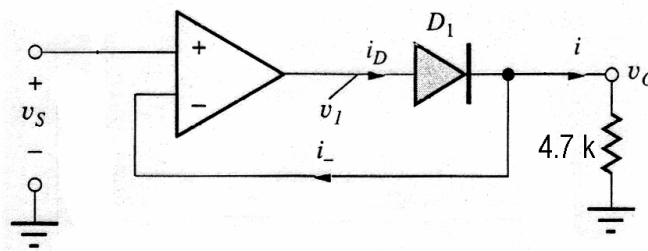
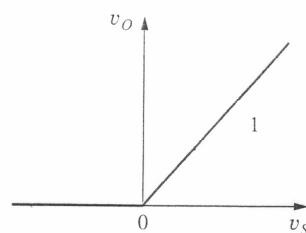

Figura 1 Raddrizzatore con superdiodo
Figura 2 Transcaratteristica del circuito di figura 1
Un amplificatore operazionale ed un diodo possono essere combinati, come in Figura 1, per realizzare un raddrizzatore ad una semionda di precisione. L'uscita v_O rappresenta una replica parziale rettificata del segnale di ingresso v_S con caduta di tensione trascurabile, rispetto a quella che si avrebbe con l'utilizzo di un singolo diodo (pari a circa 0.6 V). Grazie all'elevato guadagno ad anello aperto dell'operazionale, A_V (≈ 200000 in DC), la tensione di innesco del diodo, V_γ , è ridotta a V_γ/A_V , quando il diodo è inserito nell'anello di retroazione ed è in conduzione. In tal caso l'elevato guadagno A_V forza la tensione ai terminali di ingresso dell'operazionale ad essere quasi zero.
La transcaratteristica del circuito di Figura 1 è quindi quella riportata in Figura 2.
- Montare il circuito di Figura 1
Figura 10 montaggio suggerito per il circuito di Figura 1